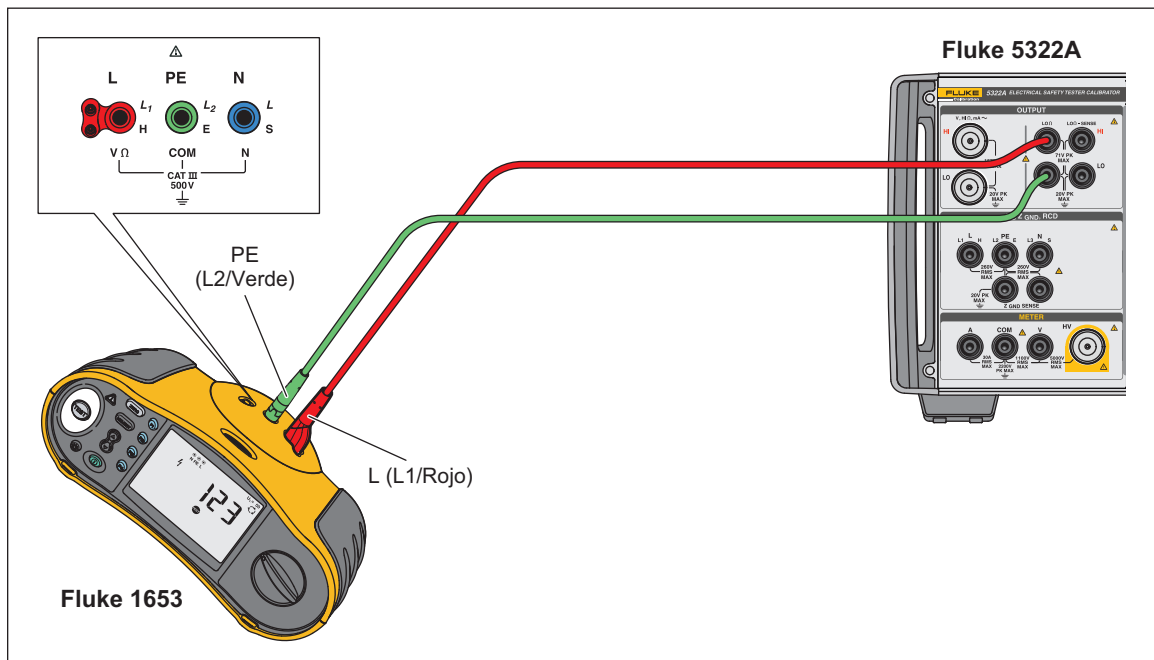

Figura 30. Conexiones del DUT de la calibración de la resistencia de 2 hilos
2. Con la ayuda de la figura 30 como referencia, conecte el DUT a los terminales **LOΩ HI** y **LO** del Producto.